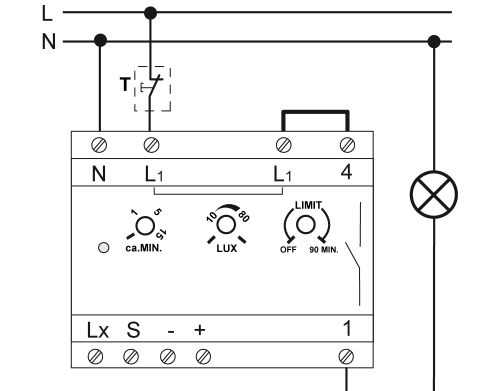

Bild 4: Anschlussplan Leistungsteil 1-Kanal
- Leistungsteil gemäß Anschlussplan (Bild 4) anschließen. Optional Installationstaster T, Öffner in die Zuleitung des Leistungsteils einfügen, um das Leistungsteil auch manuell für die Dauer der Nachlaufzeit einschalten zu können.